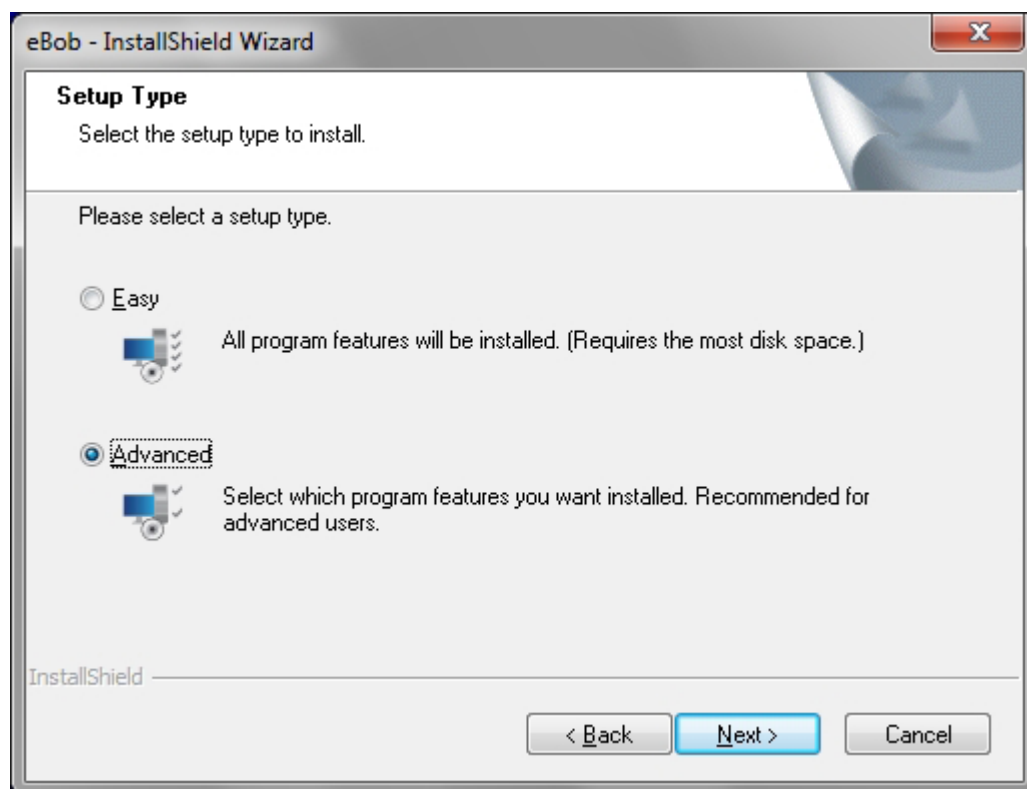

Figura 3
4. Siga las instrucciones en pantalla y seleccione la opción fácil cuando se le solicite el tipo de instalación. Vea la Figura 3.